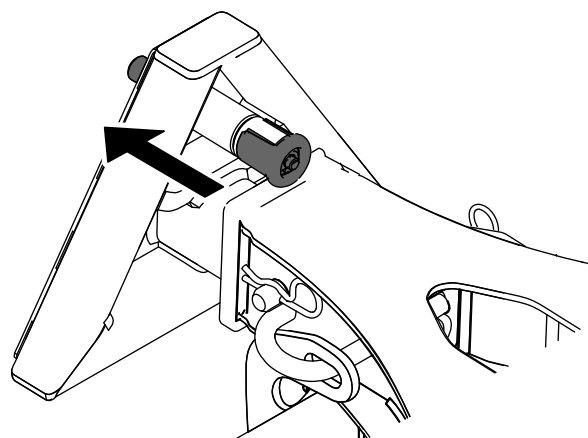

Figure 7
4. Engagez la goupille de fixation du dispositif d'attache rapide de la machine (Figure 7).